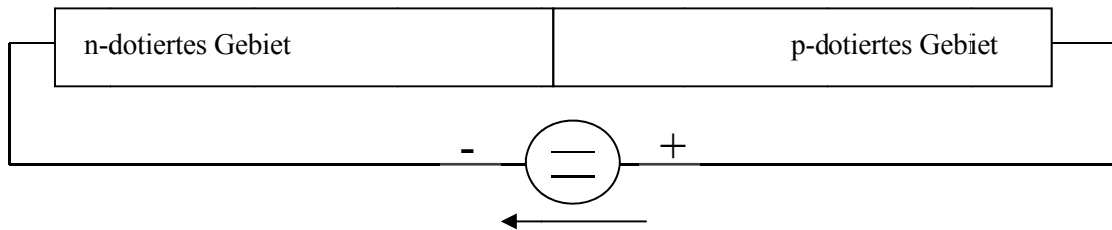

Abbildung 3: In Durchlassrichtung betriebene Diode – die Raumladungszone baut sich ab
- Durch Anschluss des Plus-Pols an die Anode (p-dotiertes Gebiet) wird die Raumladungszone abgebaut und Elektronen-Loch-Paare können in der Sperrschicht „rekombinieren“ – oder anders ausgedrückt die im n-dotierten Gebiet wegdiffundierten Elektronen werden ständig durch die äußere Spannungsquelle nachgeliefert. Dementsprechend fließt hier ein elektrischer Strom. Sobald die Raumladungszone komplett abgebaut ist – dies ist bei Silizium-Dioden ab einer Spannung von ca. 0,7V der Fall, fließt ein großer Strom. Die Diode leitet (siehe Abbildung 3).